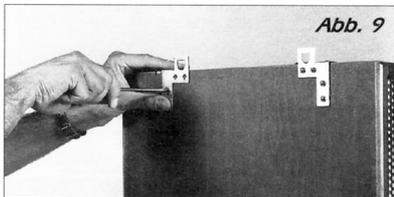

Abb. 9
- 1) Die mitgelieferten Bügel mit Schrauben am Kasten befestigen (Abb. 9).
Die Anbringung ist für die Wand vorgesehen, und kann mit am Gerät befestigtem Bügel (Abb. 9)